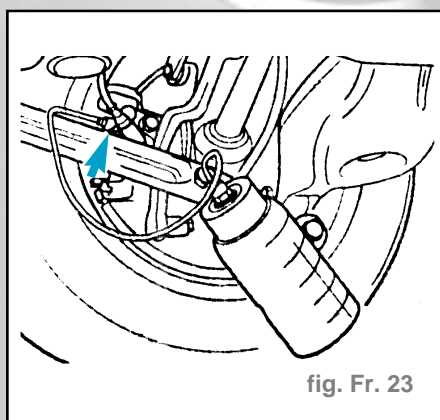

fig. Fr. 23
- Brancher le flexible de purge avec un flacon de récupération sur le purgeur de l'étrier de frein arrière droit (fig. Fr. 23).